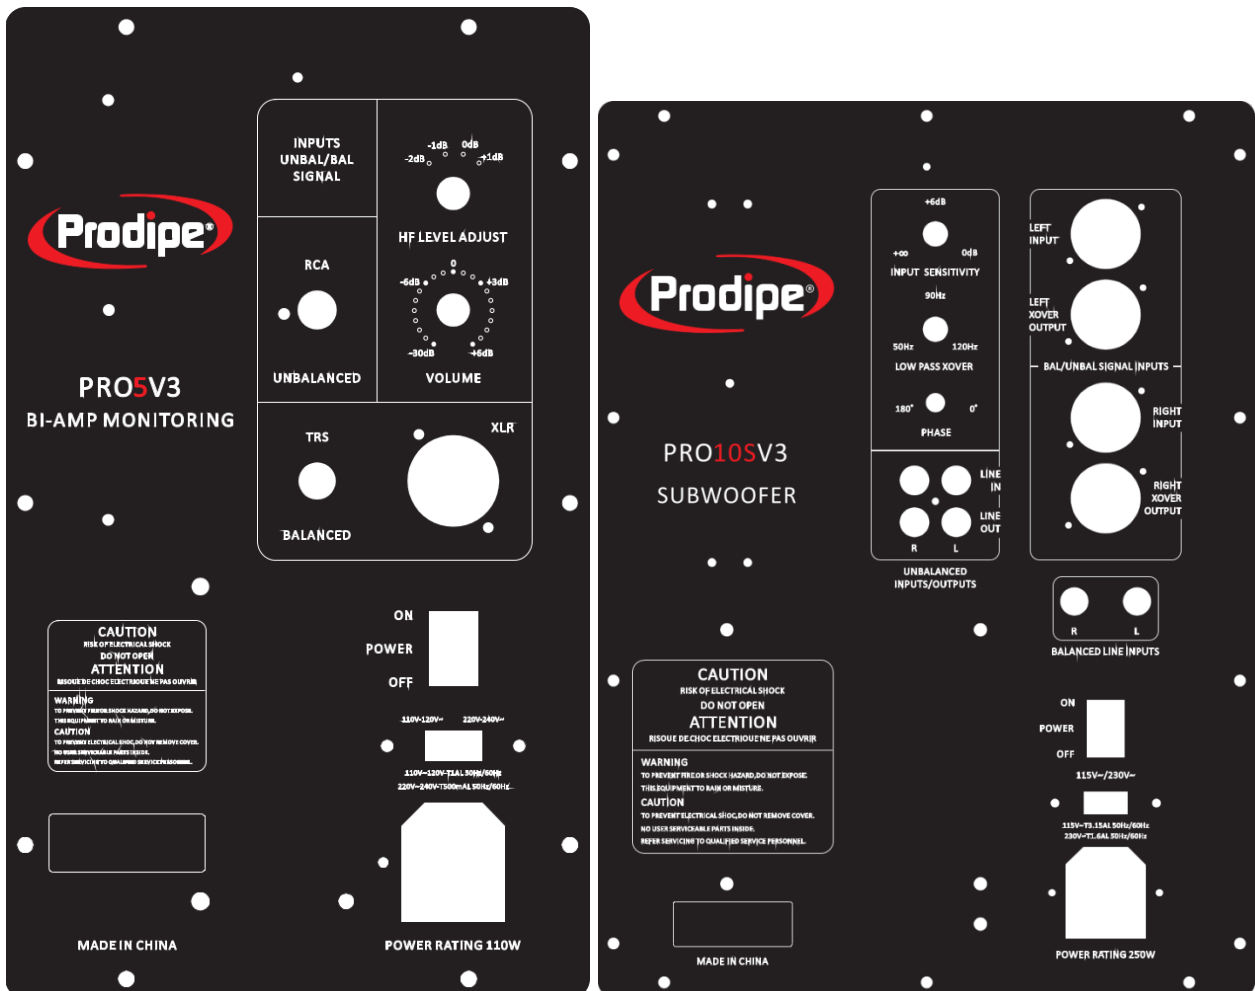

Figure 1 – Plaque arrière d'une Pro5 V3 ou Pro8 V3 et d'un Pro10s V3
12. Utilisez uniquement avec le chariot, le pied, le support, le trépied ou la table spécifié(e) par le fabricant ou vendu (e) avec l'appareil. Lorsque vous utilisez le chariot, faites attention lorsque vous déplacez l'ensemble (chariot + appareil) à ce qu'il ne se renverse pas (figure 1), vous pourriez vous blesser.
(Figure 1)